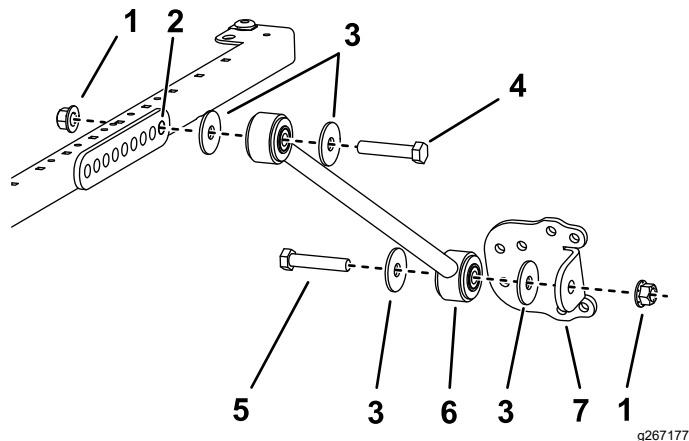

Figura 44
4. En cada lado del bastidor del toldo, monte provisionalmente un tirante en el taladro trasero del soporte del tirante con un perno ($\frac{1}{2}$ " x $2\frac{3}{4}$ "), 2 arandelas ($\frac{1}{2}$ ") y una tuerca con arandela prensada ($\frac{1}{2}$ "), según se muestra en la Figura 44.
prensada ($\frac{1}{2}$ "), según se muestra en la Figura 44.